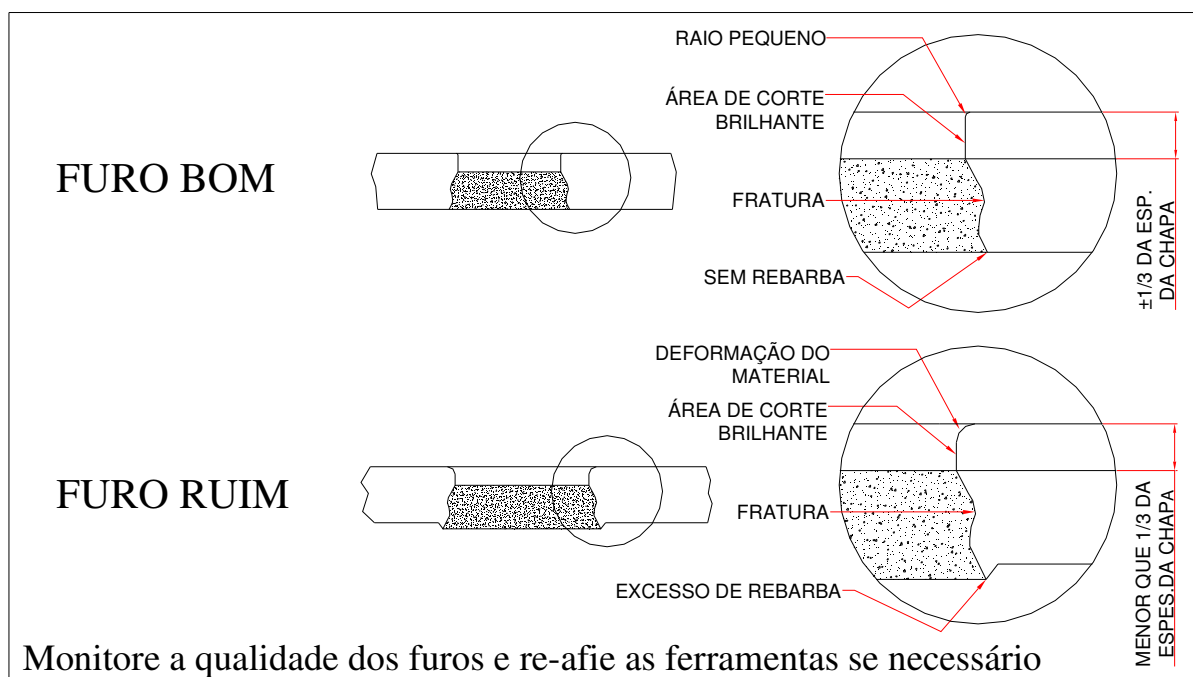

FIGURA 02
- 2- Verifique a qualidade dos furos, não deve haver rebarbas em excesso. (Veja figura 02)